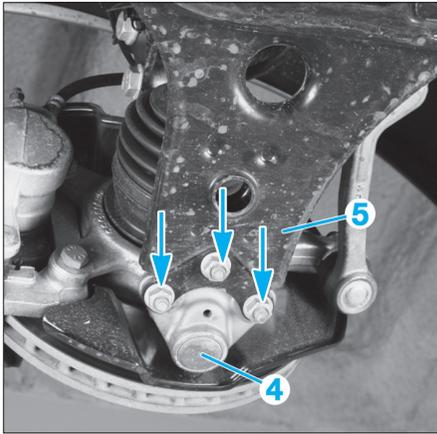

FIG. 16
• Déposer les écrous fixant la rotule (4) au triangle inférieur (5) (Fig.16).